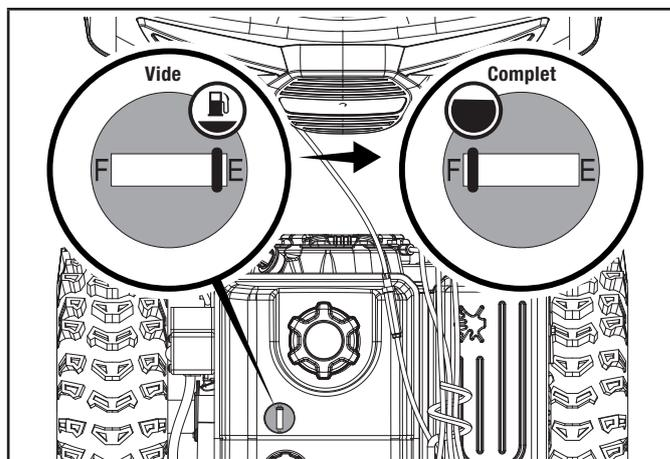

Figure 9
3. Le niveau de carburant approximatif est indiqué sur la jauge à carburant située en haut du réservoir. Essayez l'essence renversée avant de démarrer la souffleuse à neige. Capacité du réservoir d'essence : 2,6 L (0,7 gal). (figure 9)